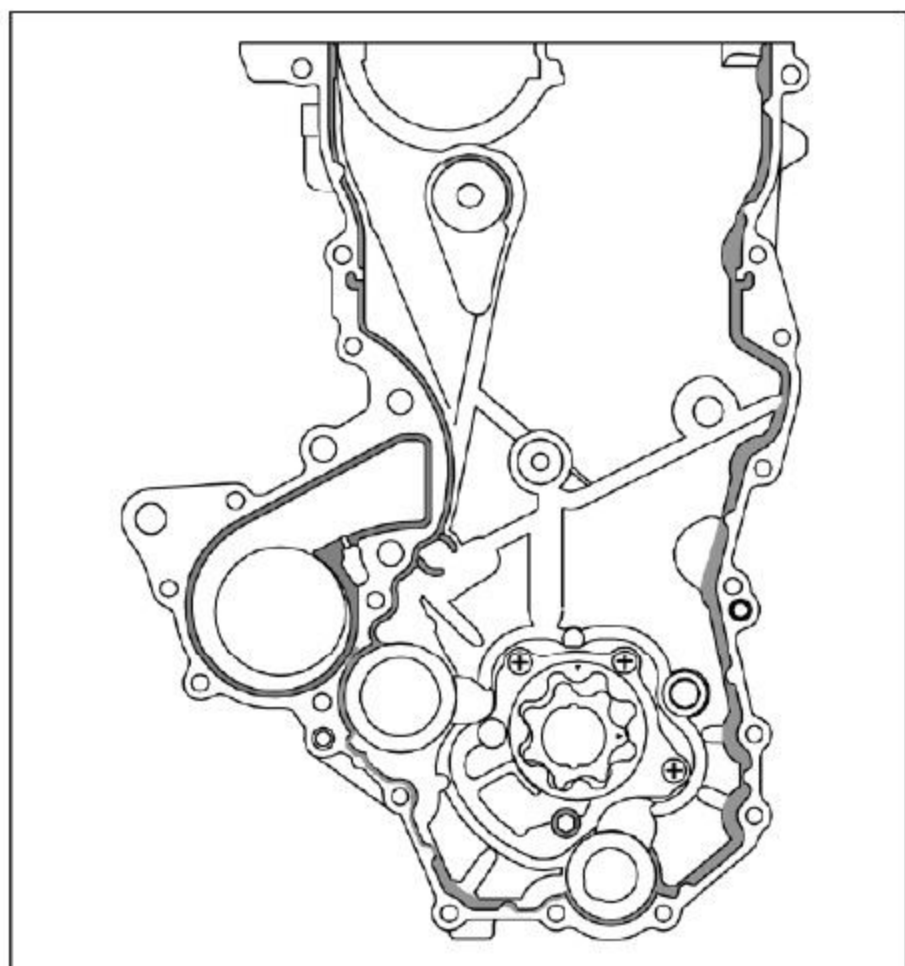

图10-4-6 在机油泵总成密封面涂密封胶
(3) 涂密封胶
- a. 在机油泵总成的密封面涂抹乐泰5699平面密封胶 (SSM)，胶线直径2.5mm，位置如图10-4-6所示。